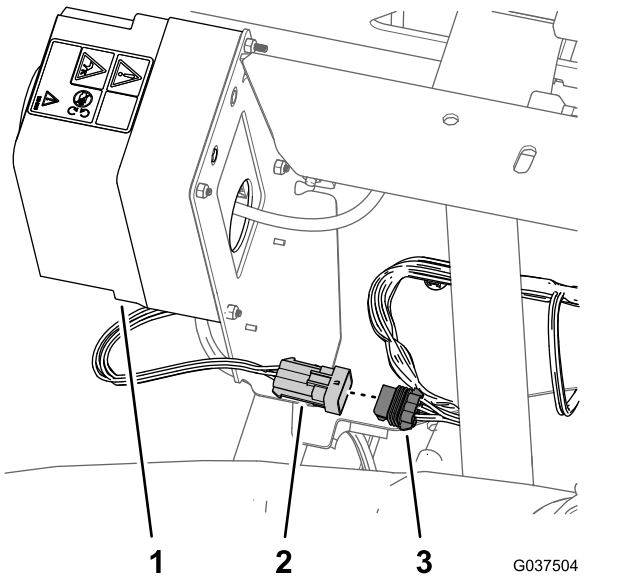

Figure 5
1. À l'arrière de la cuve du pulvérisateur, localisez le faisceau de câblage pour le kit pistolet-pulvérisateur ou le kit dévidoir électrique (Figure 5).
2. Débranchez le connecteur à 6 broches, sur le faisceau associé au kit pistolet-pulvérisateur ou au kit dévidoir électrique, du connecteur à 6 douilles du faisceau arrière (Figure 5).